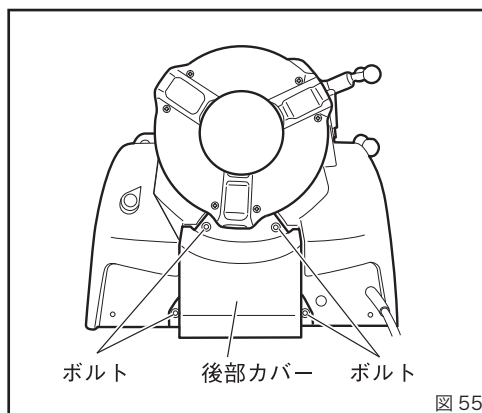

図 55
2. カーボンブラシの交換 (図 55、56)
- ①後部カバーの 4 カ所のボルトを取り外してください。(図 55)